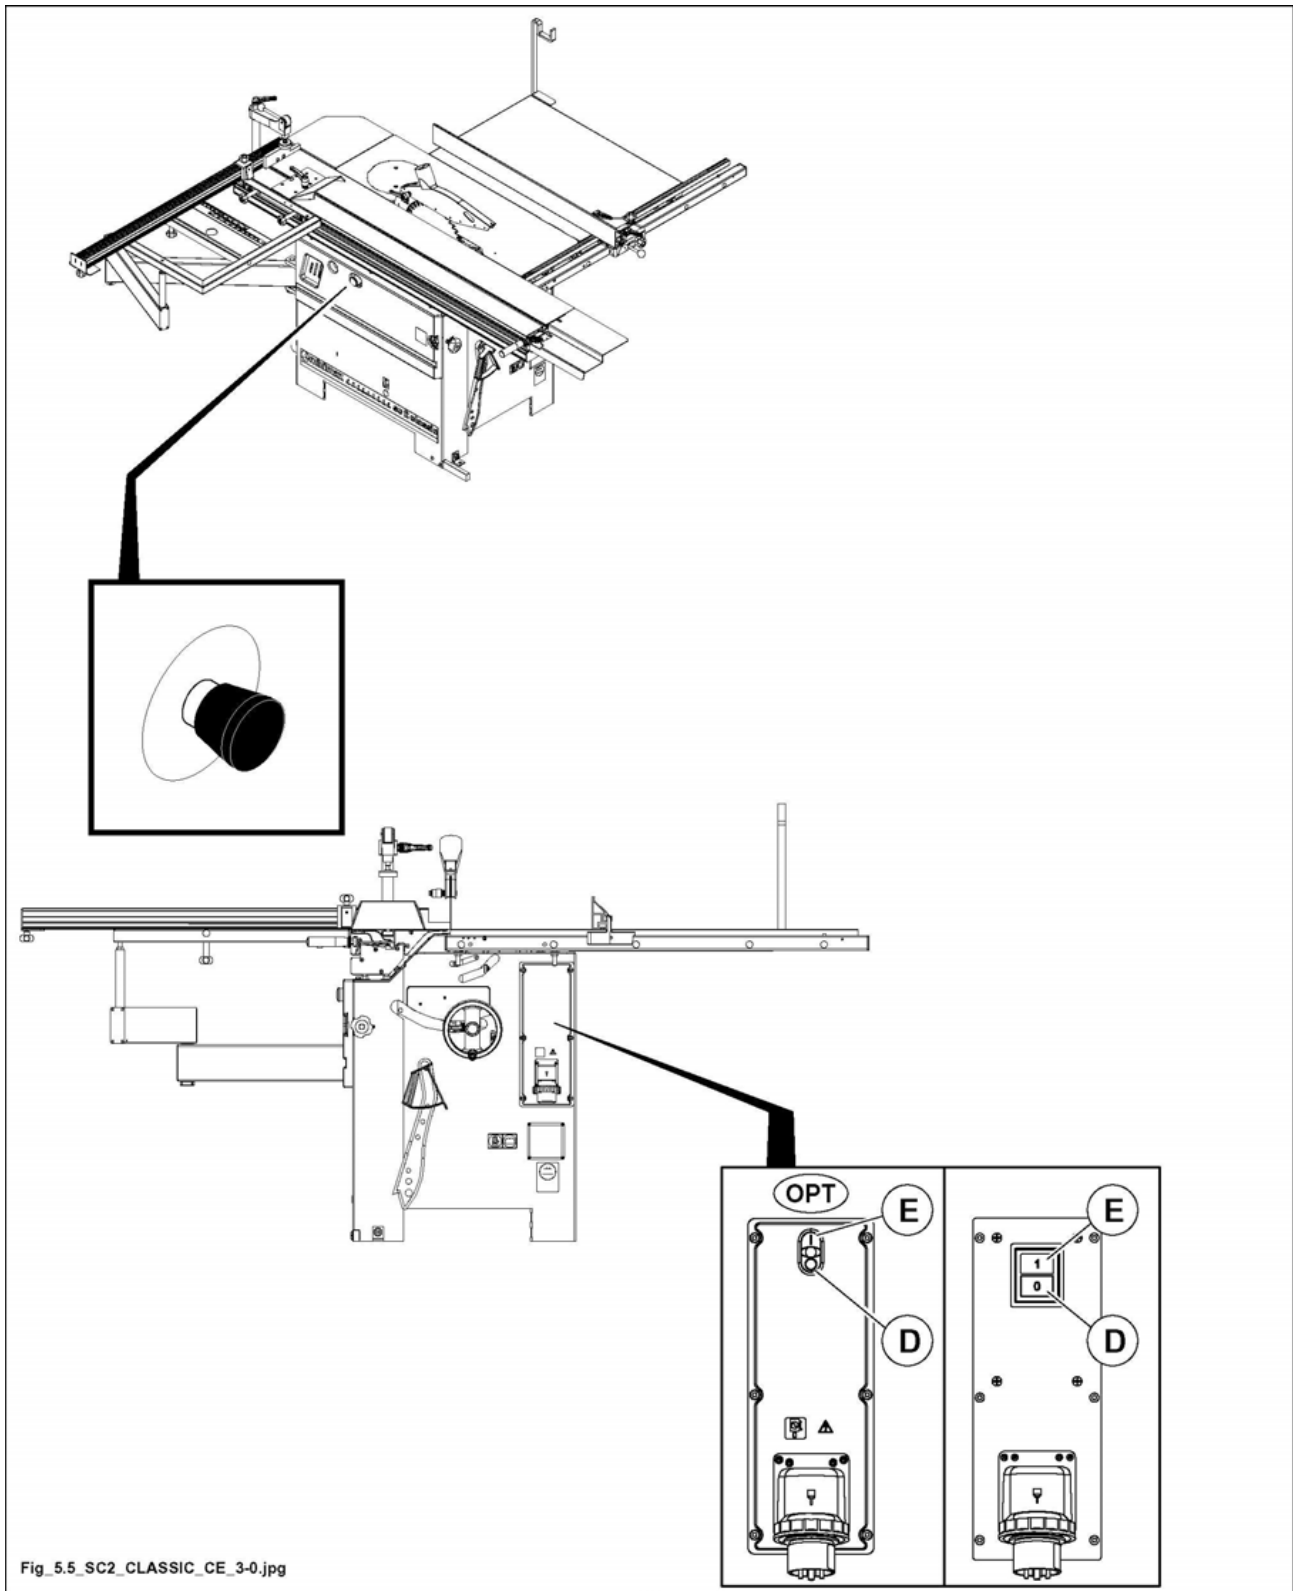

Fig. 5.5
- 1) Tryck på knappen (E fig. 5.5).
- 1) Tryck på knappen (D fig. 5.5).